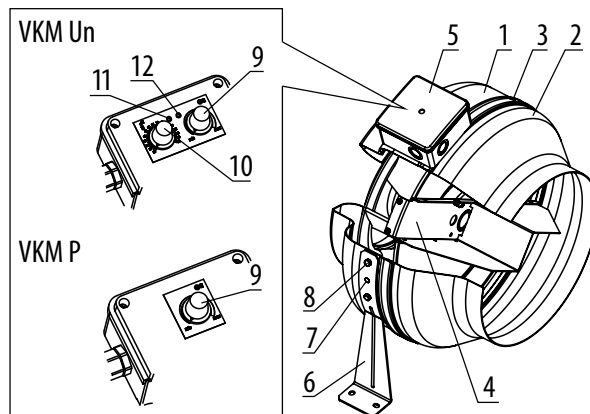

Abb. 1
Die elektronische Steuereinheit dient der stufenlosen Regelung der Geschwindigkeit des Ventilatorlaufrades (Luftdurchsatz). Die Geschwindigkeit wird mit dem Drehzahlregler (9, Abb. 1) gesteuert.
Die VKM Un Ventilatoren sind mit einem Temperatur- und Drehzahlregler ausgestattet (siehe Abb. 1).
Technische Wartung besteht in periodischer Reinigung der Oberflächen des Ventilators von Staub und Schmutz. Zur Entfernung des Staubs eine weiche Bürste oder Druckluft verwenden. Die Laufradschaufeln sorgfältig alle 6 Montage reinigen. Zur Reinigung die Schrauben (3) herausdrehen und den Ventilatordeckel (2) abnehmen (Abb.1). Die Laufradschaufeln mit einer neutralen Reinigungsmittellösung und angefeuchtetem Tuch abwischen. Die elektrischen Komponenten sind dabei vor Feuchtigkeit zu schützen!